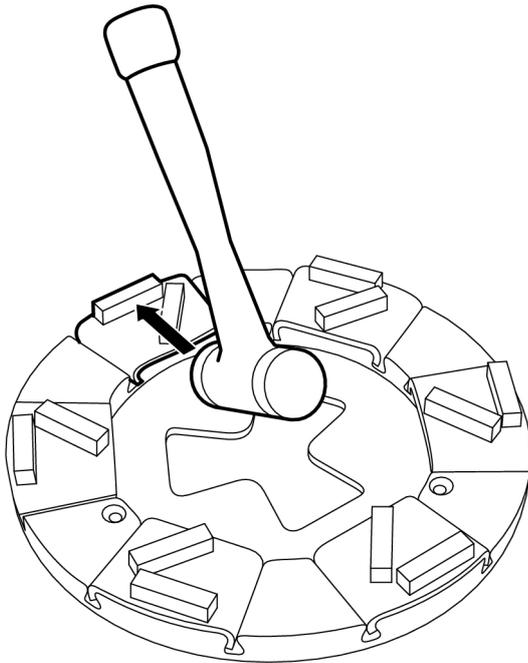

Abbildung 4-14. Lösen der Schleifwerkzeuge
2. Verriegeln Sie das Schleifwerkzeug im Werkzeughalter durch einige leichte Schläge mit einem Hammer, siehe Abbildung 4-14, Seite 27.
3. Verriegeln Sie das Schleifwerkzeug im Werkzeughalter durch einige leichte Schläge mit einem Hammer, siehe Abbildung 4-14, Seite 27.